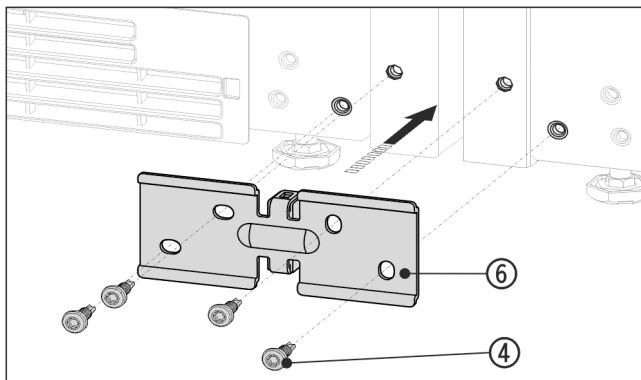

Fig. 14 Zobrazení příkladu
- Úhelník Fig. 14 (6) zasuňte rozpěrným kusem mezi přístroje a přišroubujte 4 šrouby Fig. 14 (4) bez utahování.